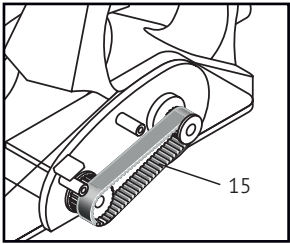

Рис. 3
- Снимите приводной ремень 15 (рис. 3) и замените его новым.